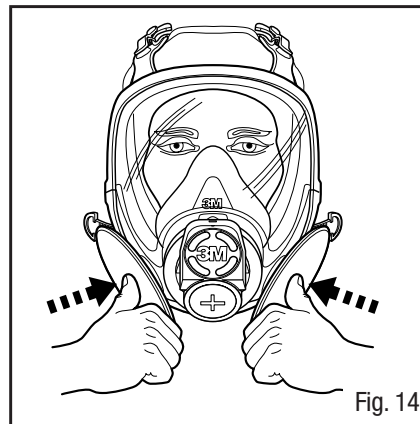

Fig. 14
1. Coloque los pulgares en la parte central de los filtros, restringiendo el flujo de aire a través de los filtros e inhale con suavidad. Ha logrado un ajuste adecuado, si siente que la pieza facial se colapsa un poco y se pega a su cara sin ninguna fuga entre la cara y la pieza facial (Fig. 14).